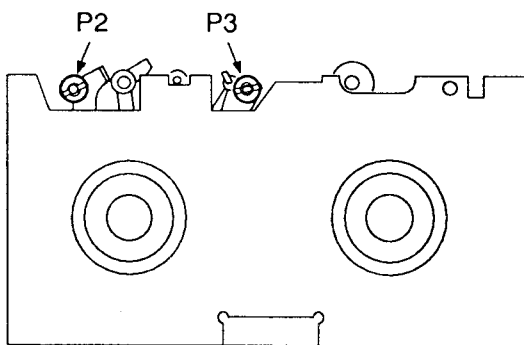

Fig. 24
- Einstellplatte nach Abbildungen Fig. 24 / 27 auf die Wickelteller legen.
- Place the Post Adjustment Plate onto the Spool Carrier as shown in Fig. 24 / 27.